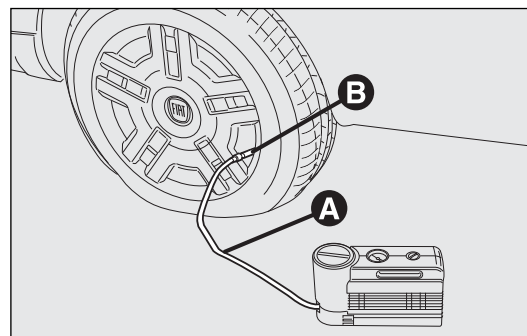

fig. 178
- Accionar el freno de mano. Desenroscar el capuchón de la válvula del neumático, sacar el tubo transparente de llenado A-fig. 178 y enroscar la corona B en la válvula del neumático;